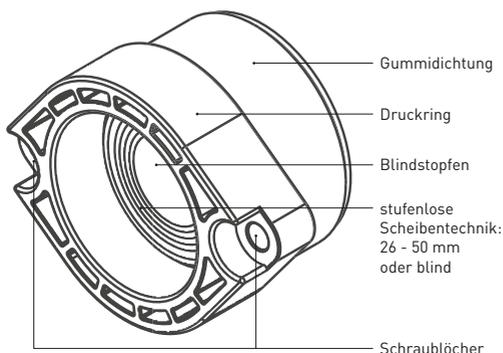

Abbildung 12.2: Dichteinsatz - Strom/Wasser - Scheibentechnik
- Entfernen Sie den Blindstopfen des **Dichteinsatzes - Strom/Wasser** - und passen Sie die Gummidichtung anhand der vorgegebenen, stufenlosen Scheibentechnik (26 - 50 mm oder blind) entsprechend dem Rohrleitungsdurchmesser an (s. Abbildung 12.2).